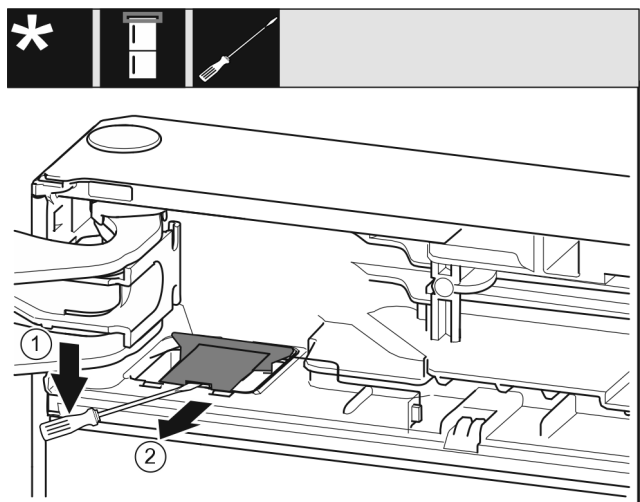

Fig. 9
- ▶ Mit einem Schlitzschraubendreher die Abdeckung ausrasten und aufheben. Fig. 9 (1)
- ▶ Abdeckung herausnehmen. Fig. 9 (2)